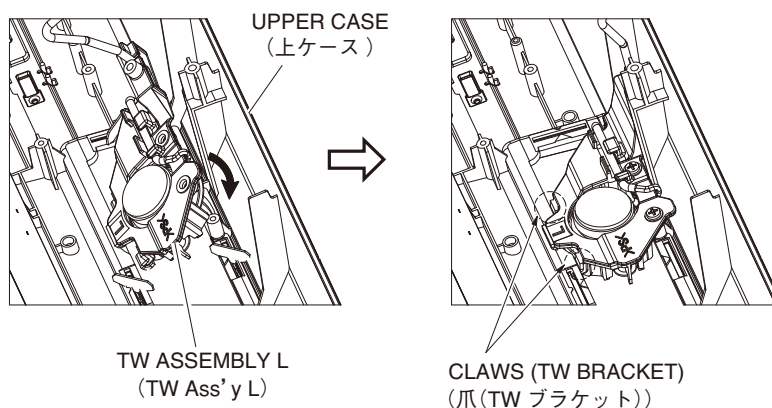

Fig. A-8 (図 A-8)
* When installing the TW assembly, make sure that the claws of the TW bracket (at 2 locations) go under the upper case. (Fig. A-8)
※ TW Ass'y を取り付ける際、TW ブラケットの爪 (2箇所) を上ケースの下に潜り込ませて取り付けてください。(図 A-8)